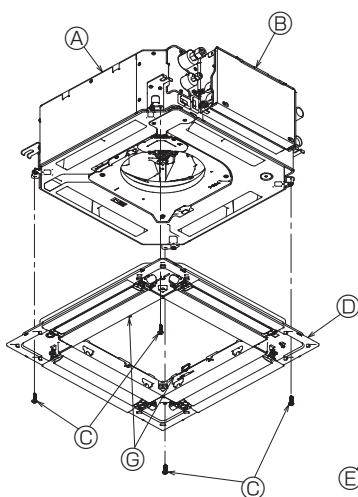

Fig. 10-6
- Fixe a grelha apertando os quatro parafusos. (Fig. 10-6)